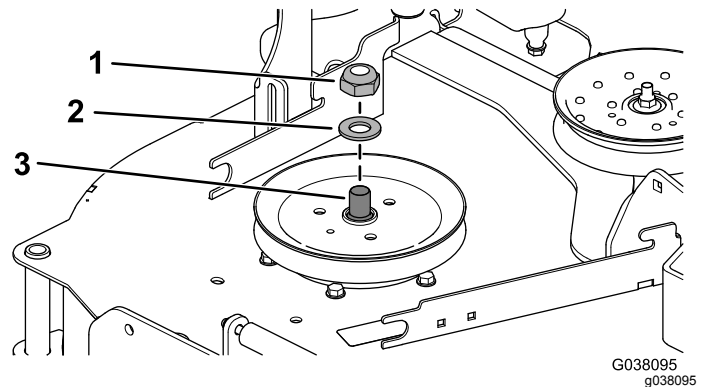

Figure 27
3. Utilisez une clé (1½") pour immobiliser l'axe de pivot quand vous retirez le contre-écrou (3/4") et la rondelle de l'axe (Figure 27).